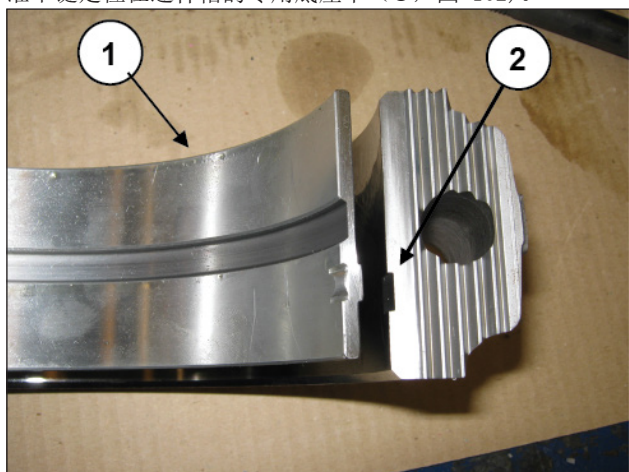

图 102
将下轴瓦安装到连杆帽上 (①, 图 102), 确保半轴瓦的基准平键定位在连杆帽的专用底座中 (②, 图 102)。